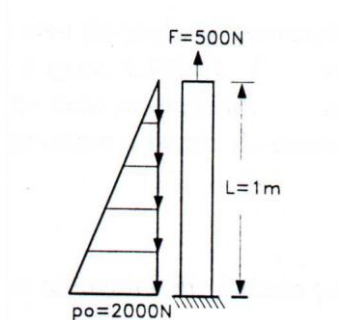

Figura 2
2) Determinar a equação e traçar o diagrama de força normal para a barra mostrada abaixo (figura 2).